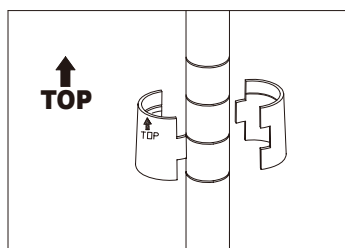

Figure 2
- ii. Insérez quatre manchons coniques en plastique dans la fente appropriée du montant (une fente par montant). Assurez-vous que l'extrémité conique se trouve en haut. Voir la flèche sur le mécanisme de blocage. (Voir la Figure 2)